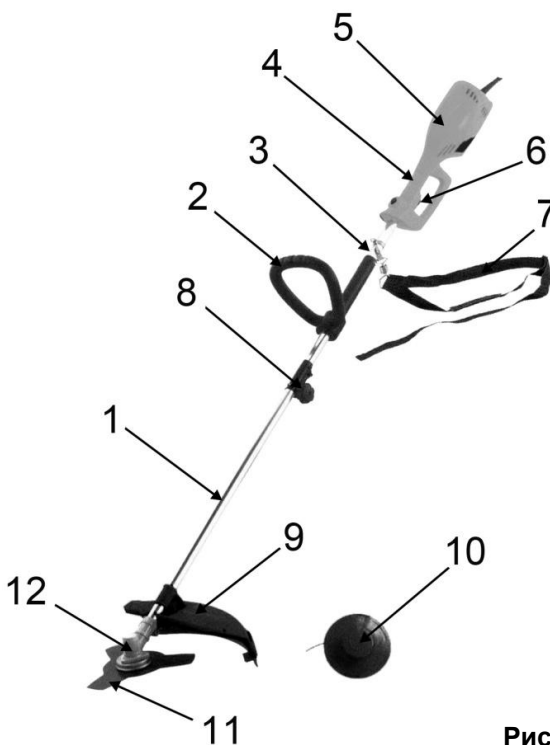

Рис. 1
- Соединение нижней и верхней штанги происходит при помощи соединительной муфты (8)(См. Рис.1).
- Совместите верхнюю (3;1) и нижнюю (1;2)(См. Рис.1; 2) штанги.
- Для удобного управления триммером, обязательно используйте ручку D-образной формы (2)(См. Рис.1).
- Ручка D-образной формы (2)(См. Рис.1) крепится на штангу триммера на удобной для Вас высоте.
- Для безопасной работы необходимо использовать защитный кожух (9)(См. Рис. 1) триммерной катушки! Эксплуатация триммера без защитного кожуха категорически запрещено!
- Нажмите на боковую кнопку блокировки от случайного пуска. Она расположена чуть выше пусковой клавиши (6)(См. Рис.1), имеет круглую форму.
- При нажатой кнопке блокировки нажмите на клавишу выключателя (6)(См. Рис.1), – триммер включится.
- Для остановки и выключения триммера – отпустите клавишу выключателя (6)(См. Рис.1).